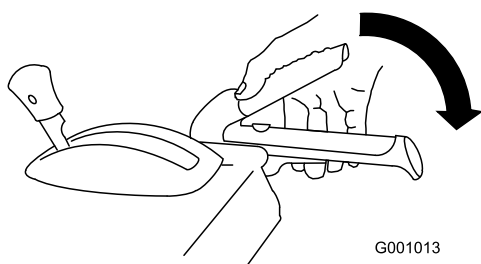

Рисунок 30
1. Для включения привода шнека/крыльчатки прижмите правый рычаг (шнека/крыльчатки) к рукоятке (Рисунок 30).